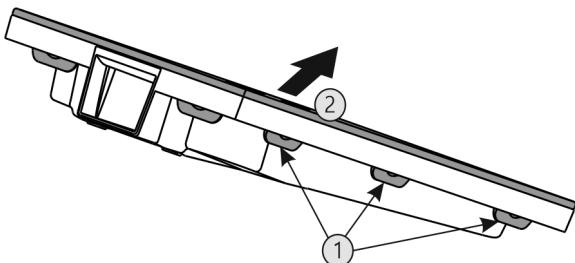

Fig. 57
- ▶ Pritisnite sve spojnice Fig. 57 (1) redom i skinite poklopac Fig. 57 (2).